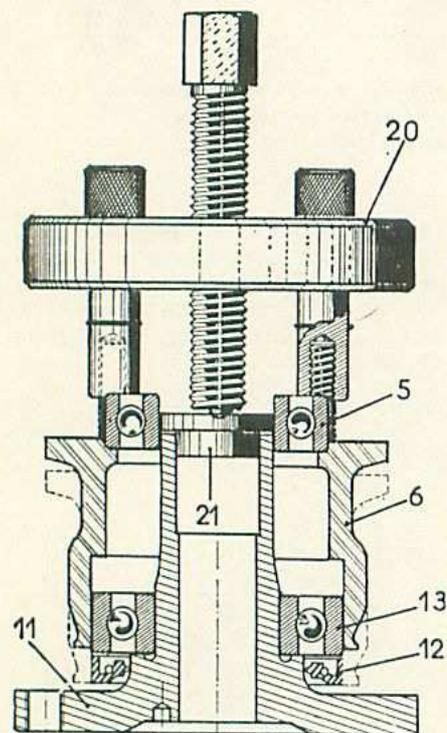

Fig. 67. — Extraction du moyeu du support de roulement.
- Placer l'extracteur Wilmonda DEW (20) (fig. 67) sur les goujons du support de roulements. Engager le grain (21) dans le trou du moyeu.
- Chauffer légèrement, au chalumeau, le support (6), puis visser l'extracteur jusqu'à libérer totalement les roulements (5) et (13). Le roulement (13) reste fixé sur le moyeu.
- Laisser le grain (21) sur l'extrémité du moyeu, puis dégager le roulement (13) à l'aide d'un extracteur (Wilmonda TAX par exemple).